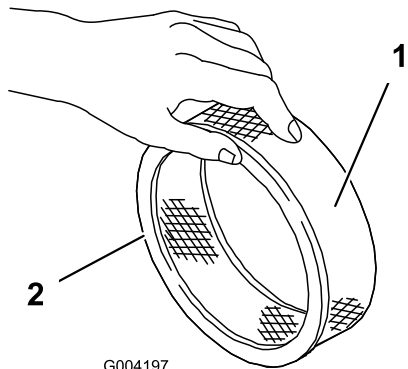

图 42
- 检查纸质过滤器是否存在破裂、油性薄膜和橡胶封条损坏 (图 42)。
- 小心将泡沫预滤器滑到纸质过滤器上 图 42。